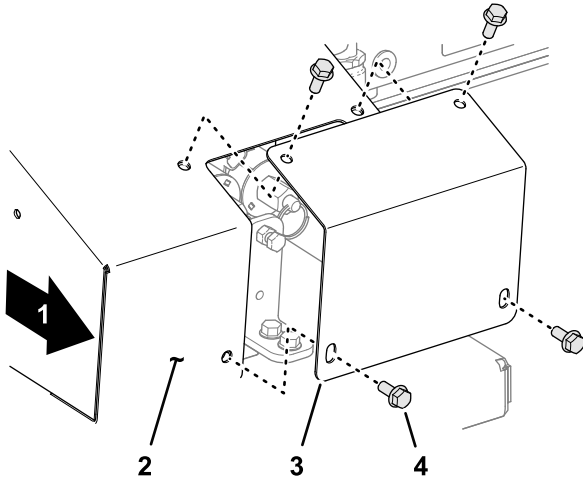

Bild 28
- Entfernen Sie auf der rechten Seite der Maschine die vier Bundkopfschrauben, mit denen die Abdeckplatte an der Übersteuerungseinheit befestigt ist (Bild 28).